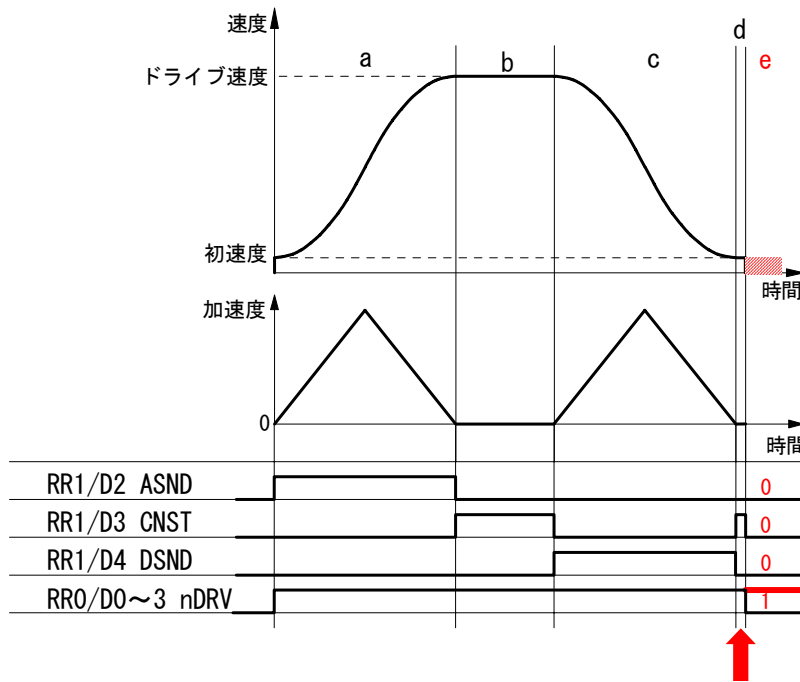

図3 RR1レジスタが示す加減速状態
ICのRR1レジスタからは、加速中(ASND)、定速中(CNST)、減速中(DSND)の加減速状態を読み取ることができますが、この時の加減速状態は次の図3ようになります。
減速停止要求が入ると不具合が発生する可能性がある区間は図3中dの区間で、この時の加減速状態は定速(CNST=1)を示しています。また不具合(連続してパルスを出す)が発生した場合には、ドライブ中(RR0/nDRV=1)にもかかわらず、ASND,CNST,DSNDはいずれも0となります。
基本的には減速が始まったら、減速停止をさせる必要がないわけですから、減速停止命令(26h)の発行を禁止するようにします。減速中であることを知るには通常 nRR1/D4(DSND)を見ますが、図3に示すように、減速停止命令を書くと不具合が発生するのは図3中dの区間です。この区間ではDSNDビットは0になりCNSTビットが1になります。従って、回避策として次の2つの方法を提案させていただきます。
減速停止をかけたい区間は加速時及び定速時(図3のaとb)ですが、図3に示すように、不具合を起こす区間dも定速区間bと同じ定速状態を示します。しかし現在速度に違いがあり定速区間bでは設定ドライブ速度に近く、不具合を起こす区間dでは初速度に近い値です。従って、ドライブ開始前に初速度とドライブ速度の中間の速度を判定速度((ドライブ速度-初速度)/2+初速度))として求めておき、ドライブ中減速停止命令を発行する時には、加速中(ASND=1)または定速中(CNST=1)で且つ現在速度>=判定速度ならば減速停止命令を発行するようにします。
割り込みの発生要因として、図 3 に示す S 字加減速の定速域(b 区間)終了を設定することができます。しかしこの割り込みは、図 3 に示すように、ドライブ終了間際に d 区間がある場合、すなわち終了間際に初速度に到達した場合、あるいは加速度が 0 になった場合にも発生します。不具合はドライブ終了間際に、速度が初速度に到達しないで加速度が 0 に落ちた状態で、減速停止要求が発生すると起きますので、必ず d 区間が現れます。d 区間終了時の割り込み発生のタイミングで不具合か否かを判定する方法です。
- ① 定速域終了を確認します。ドライブしている軸の RR3/D5(C-END)ビットが 0 の場合は、他の割り込み要因ですので、こちらの割り込み処理を行ないます。
- ② 減速域に入ったか確認します。RR1/D4(DSND)=1 の場合は、図 3 の b 区間から c 区間にはいった時ですから、そのまま処理を終了します。=0 の場合は d 区間終了であること示していますので、③の処理に移ります。
- ③ ドライブの終了を確認します。もしドライブが終了していれば、d 区間も正常に終了したことなので、そのまま処理を終了します。ドライブが終了していない場合は、d 区間が終了したにもかかわらずドライブ状態であることですので、不具合が発生したことがほぼ確定できます。即停止命令をかける前に、次の④と⑤は安全のために確認します。
- ④ ハードリミットがオンしていることを確認します。RR1/D12,D13 ビットはそれぞれ+方向、-方向のリミットが作動すると 1 を示しますので、D12=1 または D13=1 ならば、進行方向のリミットがオンしたと判断します。
- ⑤ 不具合発生時には ASND=CNST=DSND=0 となるので、これを確認します。
- ⑥ 即停止命令を発行します。
(2) IC からの割り込みを使用しない場合
図 3 の d 区間において進行方向のリミットがアクティブになると不具合が発生します(正確には、まれに発生する場合があります)。これを事前に回避する方策はありませんので、不具合が発生したら直ちに停止させる方法を取ることになります。図 3 に示すように不具合が発生すると(e 区間)、ドライブ状態のまま(RR0/nDRV=1)、加減速状態は ASND、CNST、DSND とともに 0 になります。この状態は正常なドライブでは起きません。よって、次のような対策のための処理例を示します。